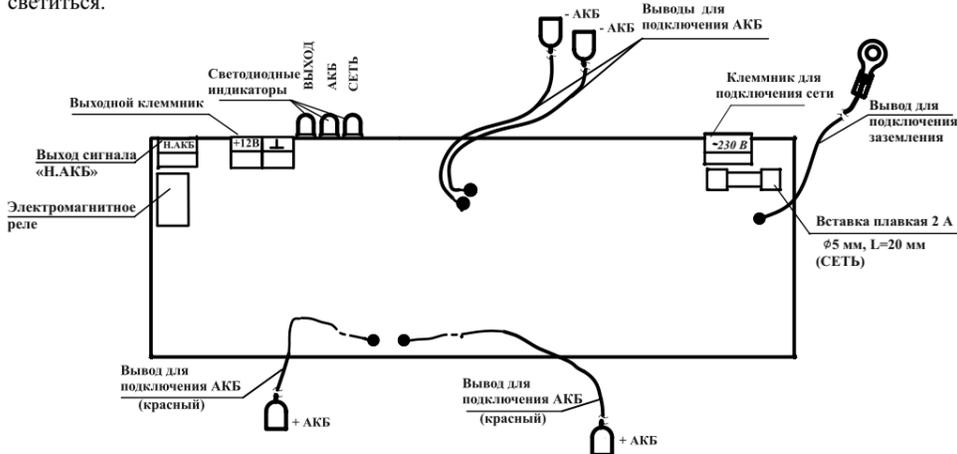
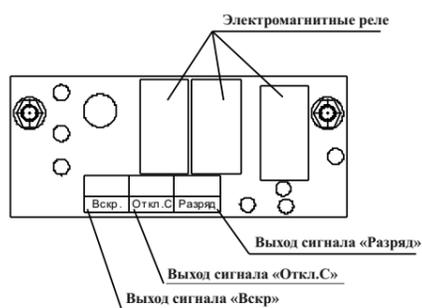

Рисунок 1 – Основная плата
Рисунок 2 – Плата сигнализации
Источник состоит из металлического корпуса с установленными внутри платами - основной (рисунок 1) и платой сигнализации (рисунок 2). На основной плате находятся обратный преобразователь напряжения сети 230 В в постоянное напряжение 13,6 В 5 А и схемы защиты, индикации, заряда и формирования сигнала «Н. АКБ».
6.3 Подключение источника (см. рисунок 1) производить в следующей последовательности:
6.5 Для контроля вскрытия корпуса, отключения сети 230 В, разряда АКБ, наличия хотя бы одной исправной АКБ (сигналы «Неисправность») подключить цепи контроля к клеммникам «Вскр», «Откл.С», «Разряд» на плате сигнализации (см. рисунок 2) и к клеммнику «Н.АКБ» на основной плате (см. рисунок 1).